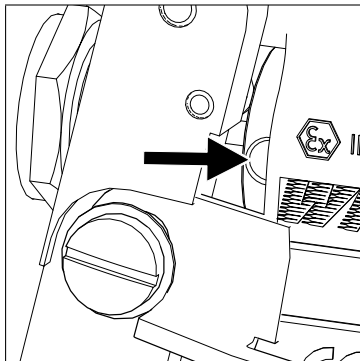

Fig. 14: Foro sul manicotto di guida
1. Inserire la chiave a brugola inclusa nella fornitura in uno dei fori del manicotto di guida (vedi Fig. 14 a pagina 39).